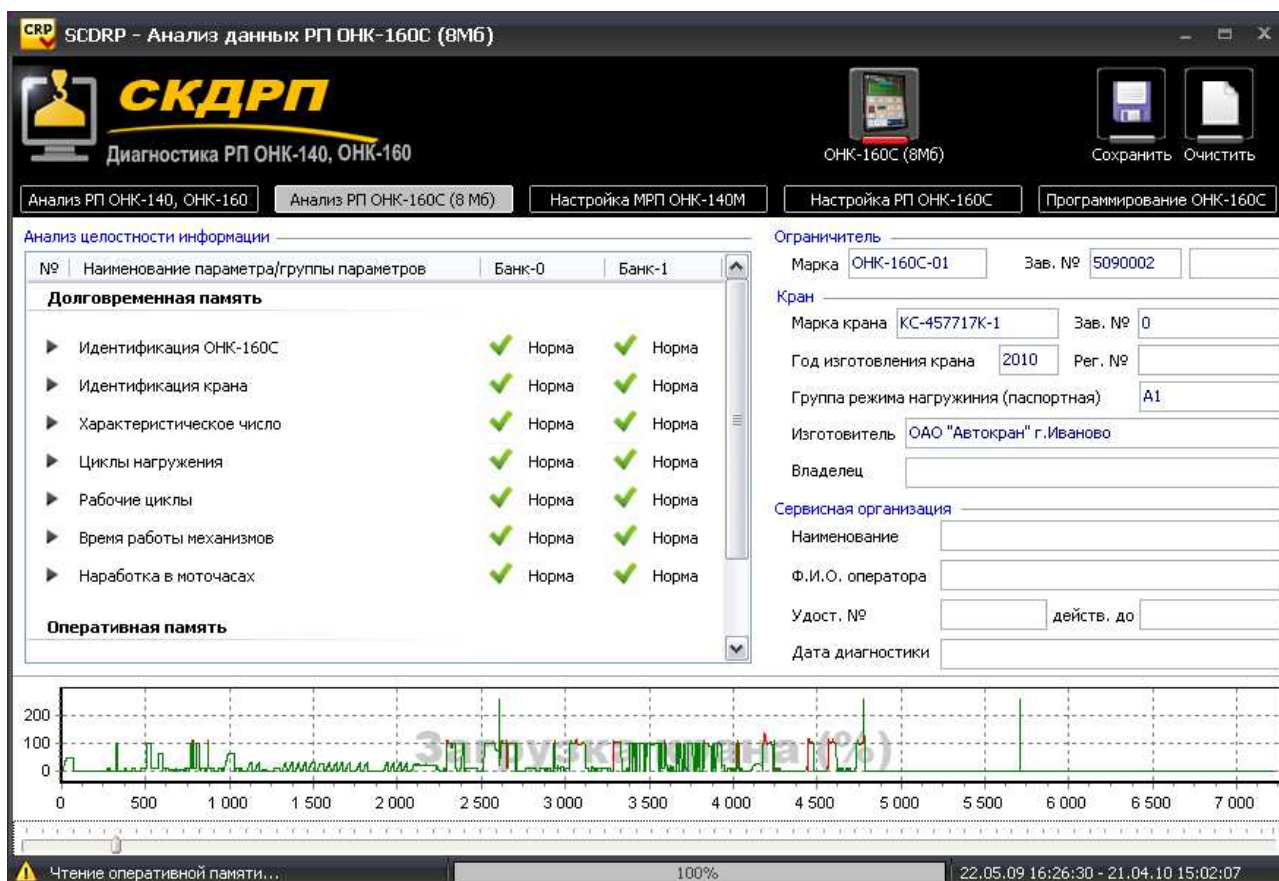

Рисунок 33. Завершение считывания информации из РП ОНК-160С (8МБ).
1. После обнаружения искомого фрагмента, необходимо дождаться завершения чтения оперативной информации (100%) (Рисунок 33).